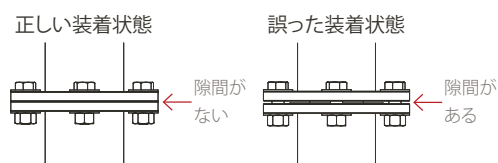

図 8.
2. カートリッジが完全に挿入されていない場合、上部ハウジングフランジと下部ハウジングフランジの間に隙間ができてしまいます。その場合、「手順 2. カートリッジの組み立て」に戻り、カートリッジ完全に挿入されるまで深く押し込んでください (図 8)。